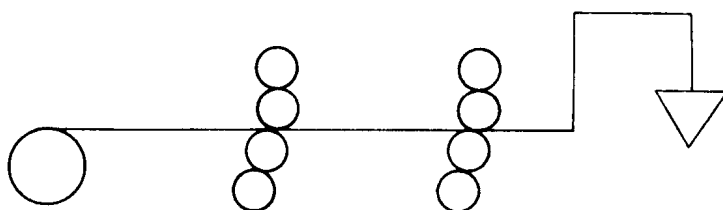

图 1-4 卷筒纸圆压圆型印刷机
(2) 卷筒纸圆压圆型印刷机 滚筒空隙很小，各个滚筒连续匀速旋转，运转稳定性比单张纸圆压圆型印刷机更好，生产效率更高；现代卷筒纸印刷机的印刷速度最高已超过 1000m/min，适用于各种印刷方法，还可以组成凸版和平版联合印刷机，或加装其他辅助装置，成为具有印号码、分切、上光、折页、模切等多种功能的印刷机。但纸卷幅面受到限制，纸耗较大，噪声大，印刷速度较快，印刷质量受到影响。如图 1-4 所示。